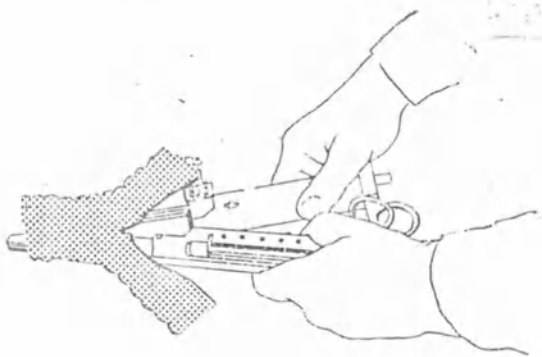

Рис. 11. Извлечение губок шователя
7.1.5. Возвратить ползун в исходное положение (до упора назад), разведя губки и извлекая их из просветов сшитых органов (рис. 11). Анастомоз наложен.